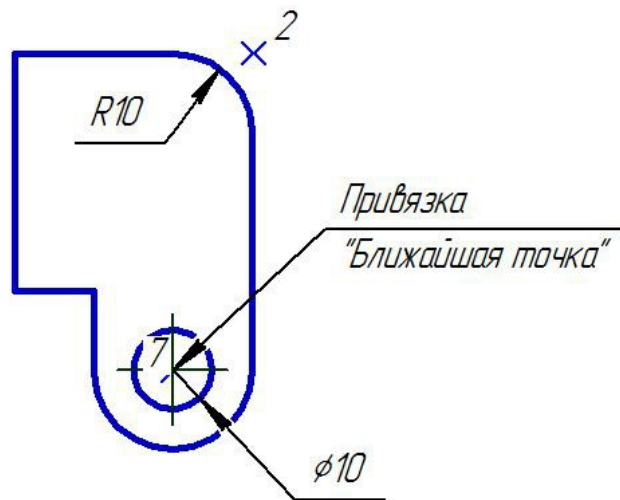

Рис. 1.22.
6. Самостоятельно постройте скругление вершины 2 и окружность диаметром 10 мм (рис. 1.22). Перед построением скругления удалите вспомогательные линии командой **Редактор – Удалить – Вспомогательные кривые и точки**.